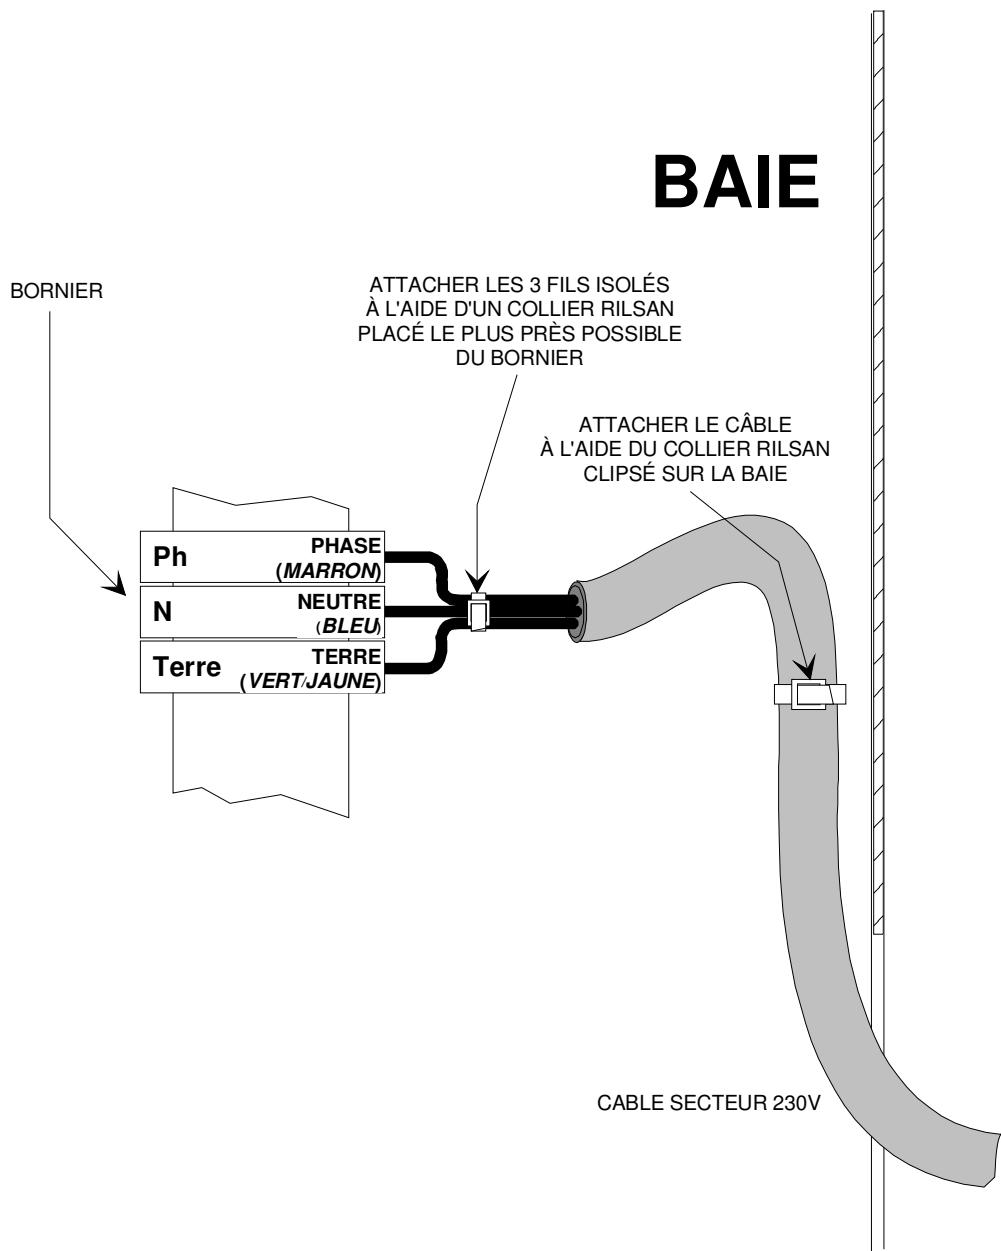

Figure 3-1 : raccordement du secteur à la baie (bornier)
LE CABLE SECTEUR DOIT ETRE A DOUBLE ISOLATION ET DOIT ETRE MAINTENU PAR LE COLLIER PREVU POUR L'ANTIARRACHEMENT A L'INTERIEUR DU MATERIEL (voir Figure 3-1 : raccordement du secteur à la baie (bornier)).
- ⇒ voir le plan de câblage des borniers (Figure 3-1) [version baie],